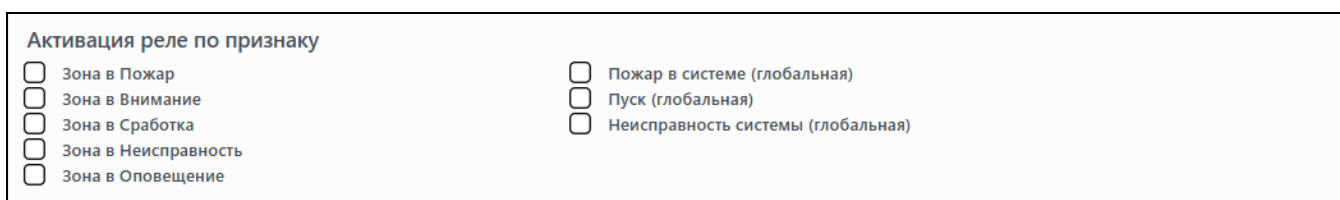

Рис. 27. Скриншот вкладки «Активация реле по признаку» для реле типа «Настраиваемое»
- «Настраиваемое» – при выборе данного типа реле открывается выпадающее меню «Активация реле по признаку» (см. рисунок 27);